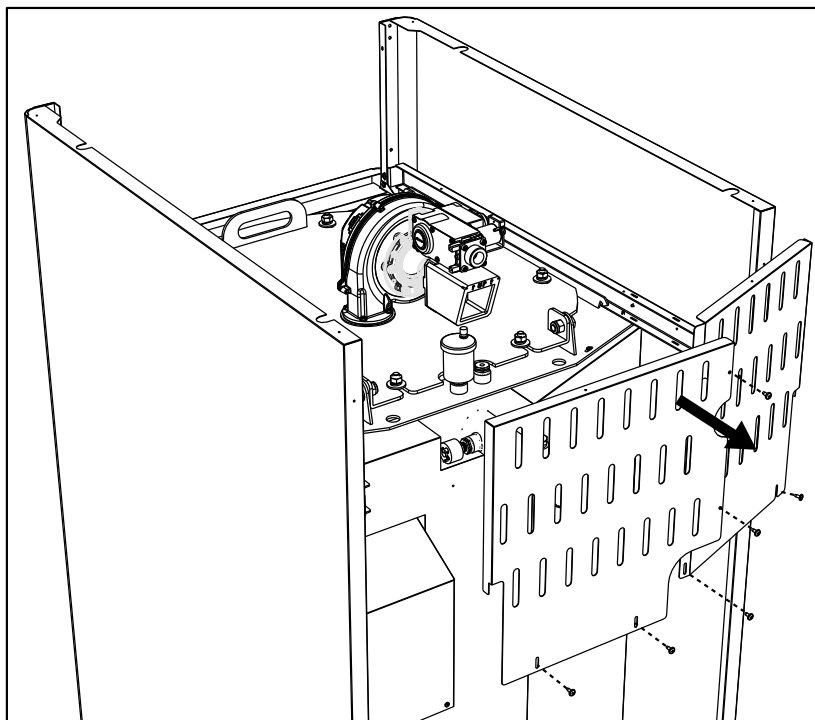

рис. 69
- Снимите задние панели (рис. 69).